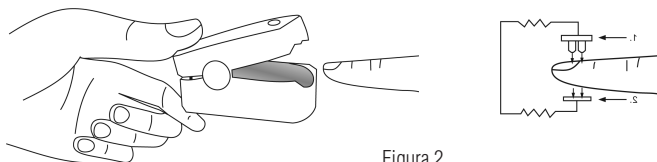

Figura 2
3. Presione el extremo opuesto al interruptor de encendido entre el pulgar y el índice para abrir el dispositivo. Hay una superficie texturizada en el lado de la cubierta de la batería para facilitar el agarre. (Figura 2)
10. Retire el dedo del paciente del dispositivo apretándolo entre el dedo índice y el pulgar como se indica en la Figura 2.